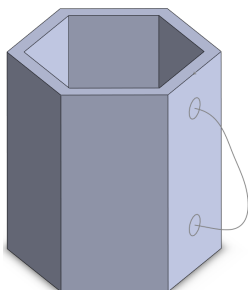

图 5-11 打开素材模型
(1) 单击常用工具栏中的【打开】按钮, 打开一幅素材模型, 如图 5-11 所示。